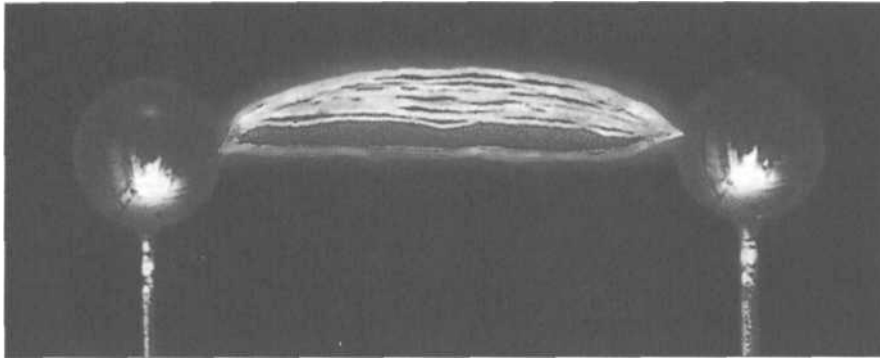

Abb. 4: Funkenüberschlag zwischen zwei kugelförmigen Elektroden
*Abb. 4* zeigt den Funkenüberschlag zwischen zwei kugelförmigen Elektroden.